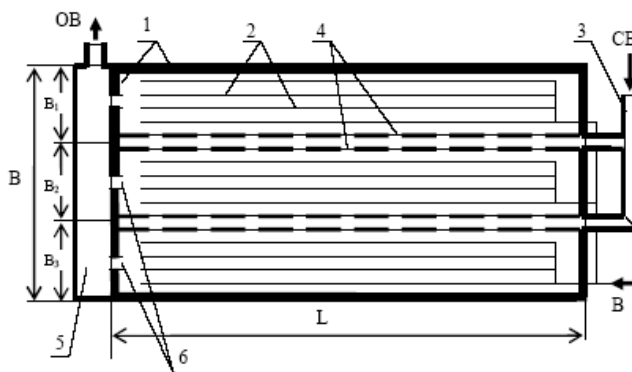

Рис. 3. Схема трехкоридорного аэротенка
5. Начертить схему аэротенка (как на рис. 3) с полученными расчетными размерами.